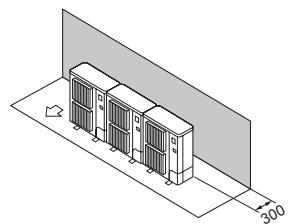

Fig. 2-13
- ⑦ Yanlızca arkadaki, yanındaki ve üstteki engeller (Fig. 2-13)
- ① Yanlızca arkadaki engeller (Fig. 2-13)